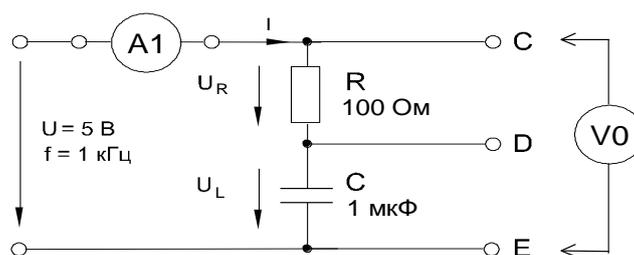

Рисунок 8.4 – Схема электрических соединений
- Соберите цепь согласно схеме (рис. 8.4), подсоедините регулируемый источник синусоидального напряжения и установите его параметры: $U = 5$ В, $f = 1$ кГц.